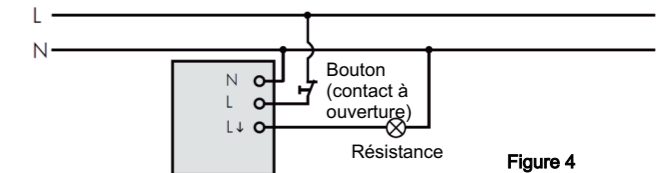
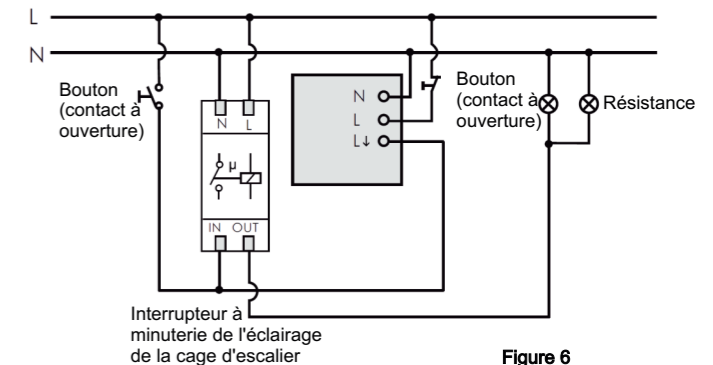
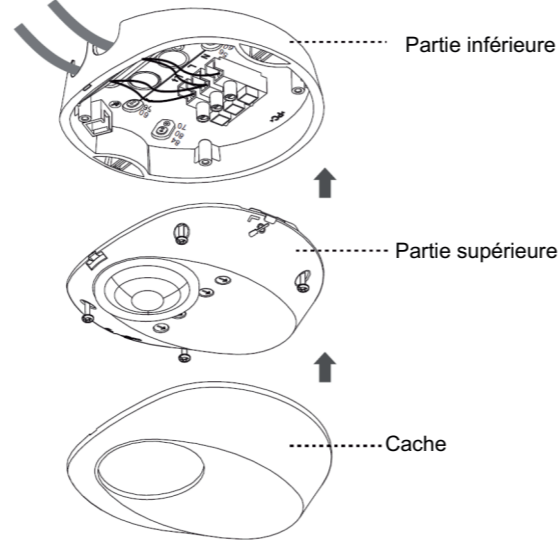

Figure 4
Figure 6
Figure 12
La résistance peut être activée manuellement en utilisant un bouton externe. (contact à ouverture > 10 A) Voir figure 4 à figure 6. Lorsque la résistance est désactivée, elle peut être activée en actionnant brièvement (< 1 sec.) le bouton ; le réglage de la luminosité n'étant pas actif. Après l'activation manuelle de la résistance, elle se désactive automatiquement après le temps programmé lorsqu'aucun mouvement n'a été détecté.
3.3.1 Une résistance est activée par un détecteur. (Voir figure 4).
3.3.2 Interrupteur à minuterie de l'éclairage de la cage d'escalier activé par le détecteur (le temps doit être réglé sur ). (Voir figure 6).
3.4.1.6 Respectez le câblage. Voir figure 4 à figure 6 et respectez l'assemblage du détecteur figure 12.
3.4.2.4. Respectez le câblage. Voir figure 4 à figure 6 et respectez l'assemblage du détecteur figure 12.